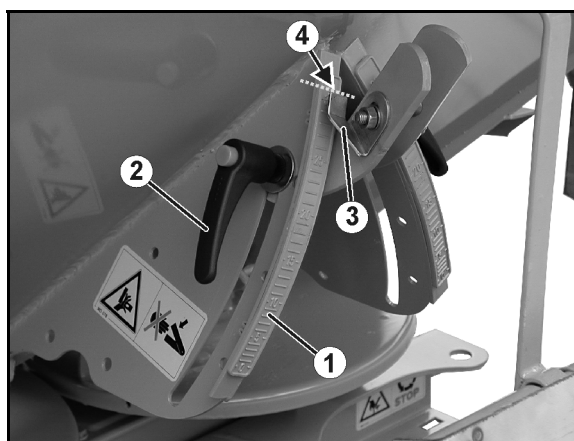

Рис. 61
2. Ослабьте зажимной рычаг (Рис. 61/2).
3. По шкале (Рис. 61/1) найдите значение для положения заслонки, определённое из таблицы норм внесения удобрений или с помощью приспособления для установки сеялки на норму высева.
4. Установите указатель (Рис. 61/4) стрелки (Рис. 61/3) на значение шкалы.
5. Снова затяните зажимной рычаг (Рис. 61/2).